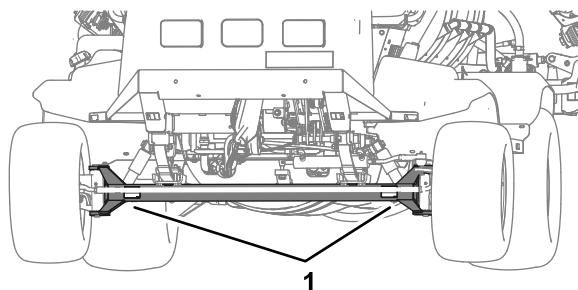
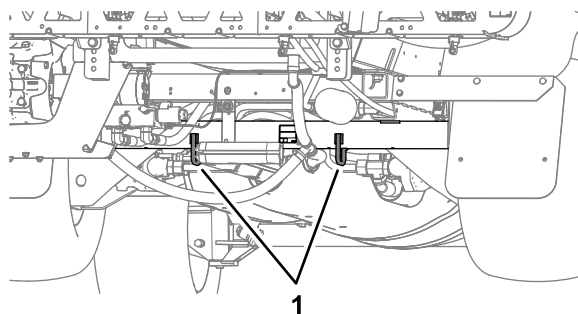

Figura 54
Figura 55
- Amarre la máquina firmemente al vehículo de transporte; la Figura 54 y la Figura 55 ilustran los puntos de amarre de la máquina.